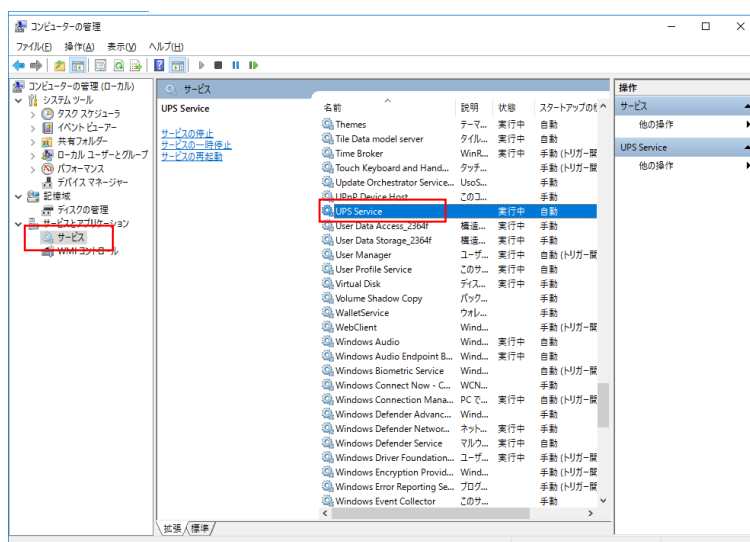

図 2-12-5-1. サービスの一覧
- ① コントロールパネルの「管理ツール」をダブルクリックしコンピュータの管理を開きます。
- ② 「サービス」をクリックし、サービスの一覧を開きます。(図 2-12-5-1)